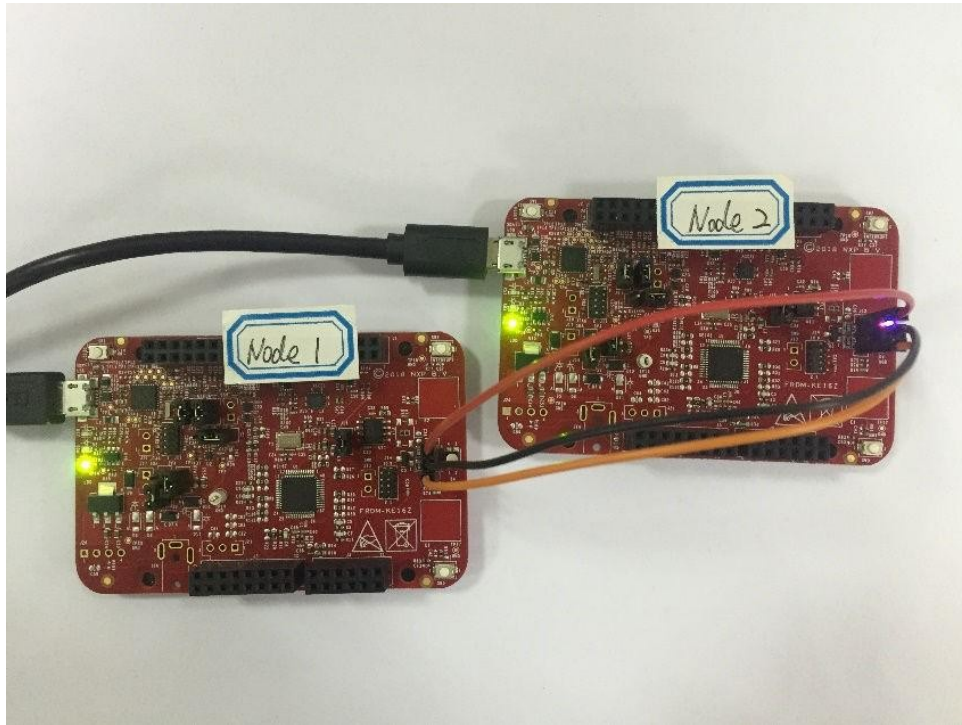

图 10. 两个 FRDM-KE16Z 板的连接
1. 如 图 10 所示，通过 USB 线将两块 KE16Z 开发板 (节点 1, 节点 2) 和 PC 连接供电。